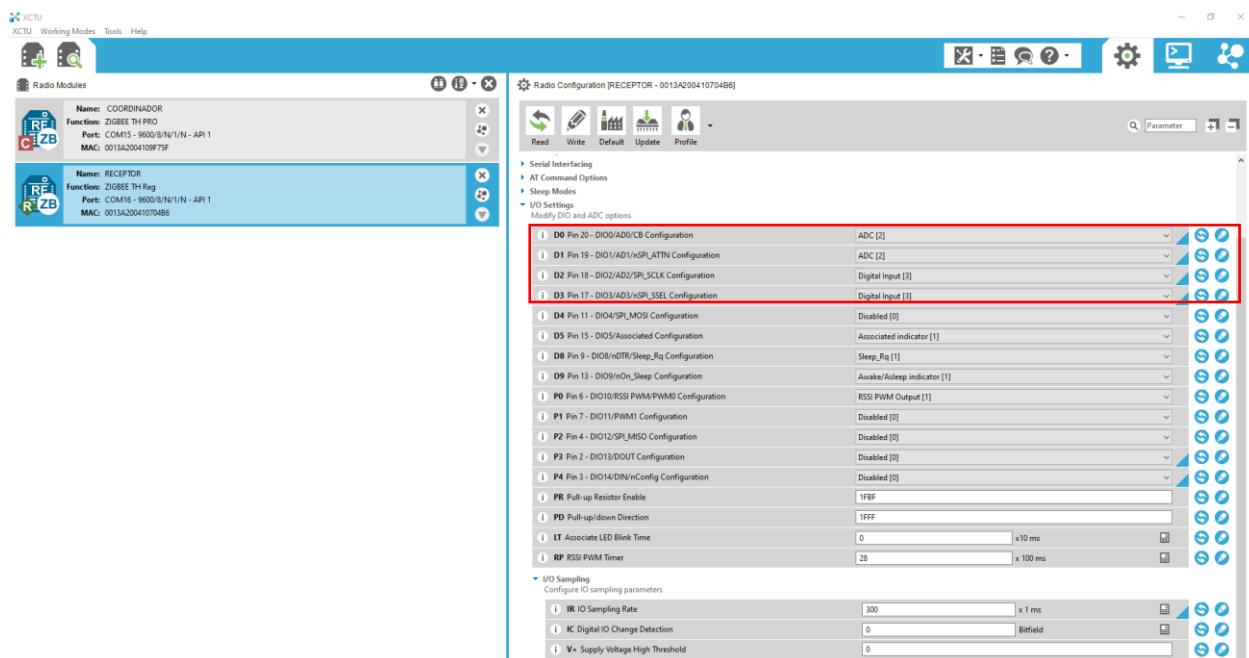

Figura 7.13. Configuración de entradas analógicas y digitales
- Habilite en el módulo Receptor las entradas analógicas **AD0** y **AD1** como conversores analógicos digitales ADC[2]. También habilite las entradas digitales del módulo **DIO2** y **DIO3** como *Digital Input*[3] tal y como se muestra en la Figura 7.13.